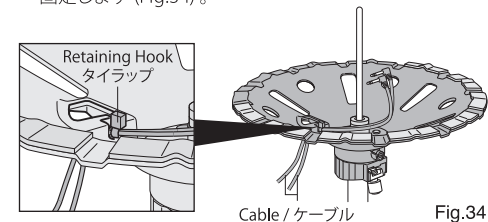

Fig.34
3. Pass the Hi-hat Cables through the hole in the Bottom Cymbal and hang them at the retaining hook as shown (Fig.34).
HH、HHCと書かれた2本のケーブルを束ねているタイラップ1つ分まで穴に通し、タイラップ部分を穴の凹部に固定します (Fig.34)。